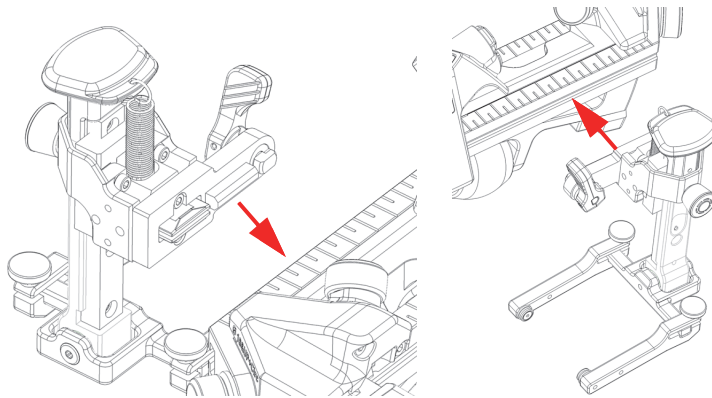

Figura 2-6 Alineación del soporte de sonda con la muesca de carril
2. Alinee el soporte de sonda con la muesca de carril y asegúrese de que ambos estén ubicados paralelamente entre sí (ver Figura 2-6 en la página 44).